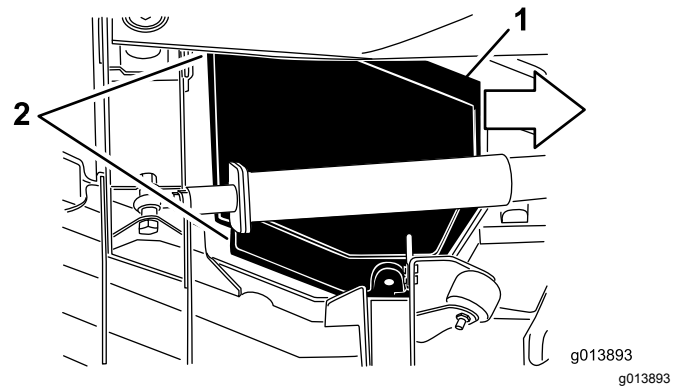

Figura 84
5. Enquanto levanta a cobertura, desloque-a na direção da unidade de tração aproximadamente 2,5 cm para desengatar a extremidade da cobertura exterior da plataforma (Figura 84).